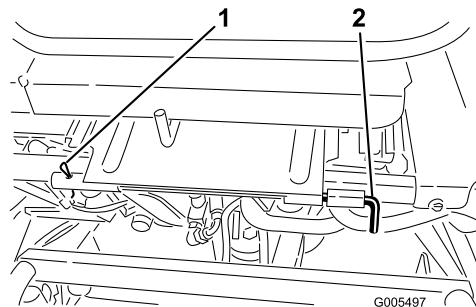

Figura 25
3. Abbassate il sedile e togliete il perno a rullo che fissa l'asta orientabile del sedile al telaio (Figura 25).